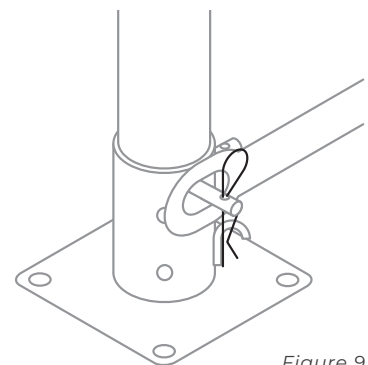

Figure 9
11. Insérez les tubes de la structure de sol sur l'ergot horizontal de l'embase. Insérez ensuite la goupille bêta en place comme illustré sur la figure 9 pour éviter que la structure de sol se dégage de l'ergot.